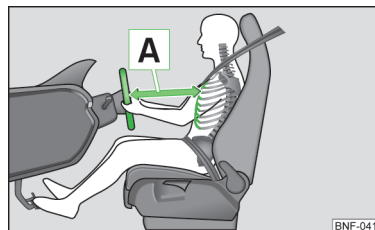

Fig. 1
- ✓ Indstil rattet, så afstanden **A** mellem rattet og førerens brystkasse er mindst 25 cm » Fig. 1.